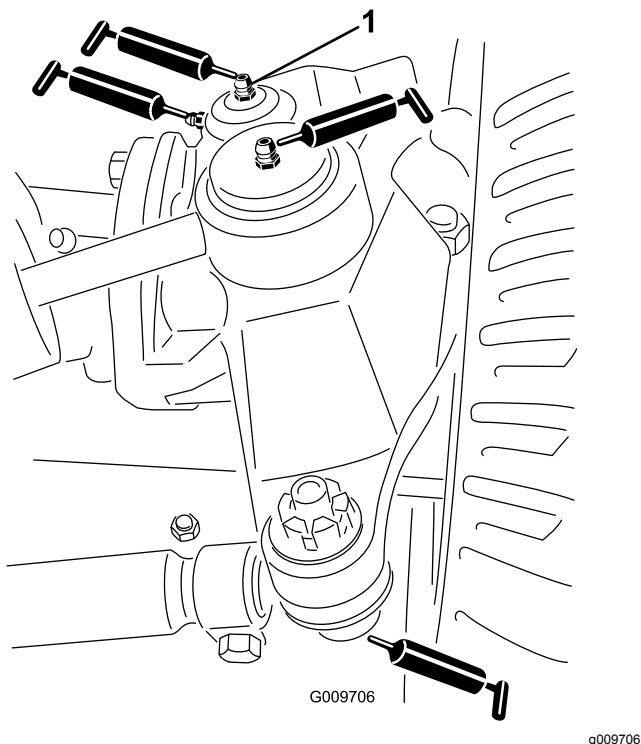

Figura 43
- Giunti sferici (2) del cilindro di sterzo (Figura 43)
- Giunti sferici (2) del tirante (Figura 43)
- Boccole (2) del perno del fuso a snodo (Figura 43). **Il raccordo superiore sul perno del fuso a snodo richiede soltanto una lubrificazione annuale (2 pompate).**